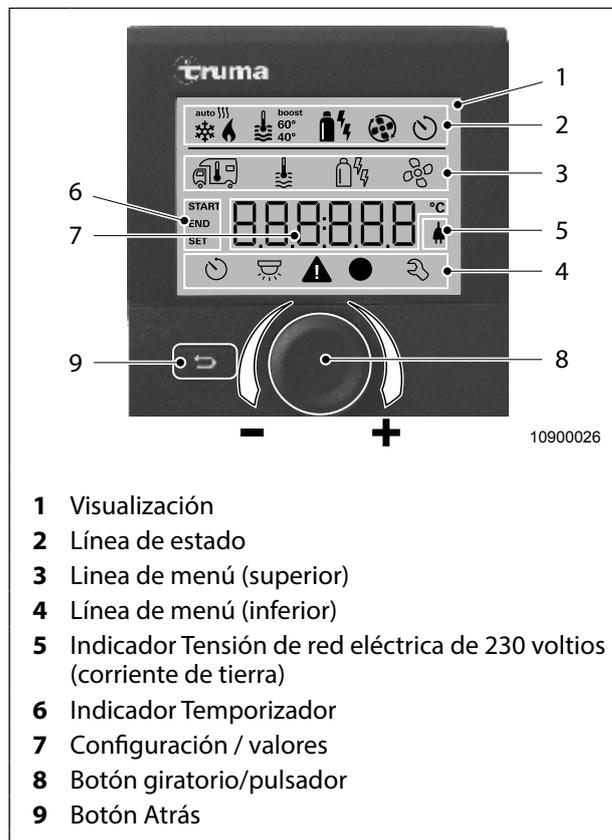

Fig. 60 Unidad de mando Truma CP plus (accesorio especial)
El botón giratorio/pulsador (Fig. 60, pos. 8) sirve para seleccionar los menús o para cambiar los valores que deben ajustarse.
Con la botón Atrás (Fig. 60, pos. 9) se retornará al menú anterior o a la visualización anterior.